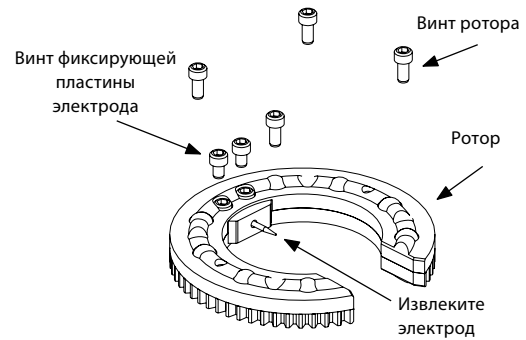

Рисунок 38. Извлечение винтов ротора и фиксирующей пластины электрода
1. Извлеките винты ротора и фиксирующей пластины электрода из ротора. Извлеките электрод из керамической вставки. См. рисунок 38.